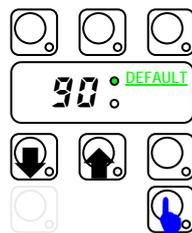

Bild 3.3
- Mit der Taste ZYKLUS_1 die Dauer verkürzen und mit der Taste ZYKLUS_2 verlängern (Bild 3.3).